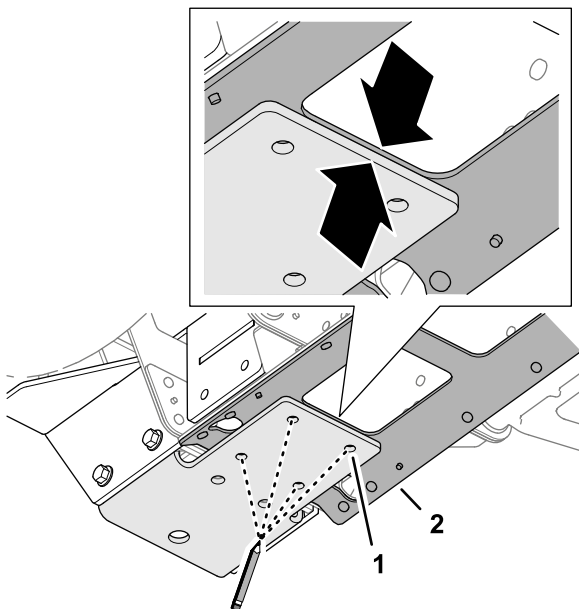

**Figure 49**
2. Fixez légèrement le support inférieur sur le support du ramasse-balles (Figure 49) à l'aide de 4 boulons à embase (3/8" x 1") et 4 contre-écrous à embase (3/8").
5. Retirez les 4 boulons à embase ( $\frac{3}{8}$ " x  $\frac{3}{4}$ " ), 4 contre-écrous à embase ( $\frac{3}{8}$ " ) et le support inférieur du support du ramasse-balles (Figure 49).